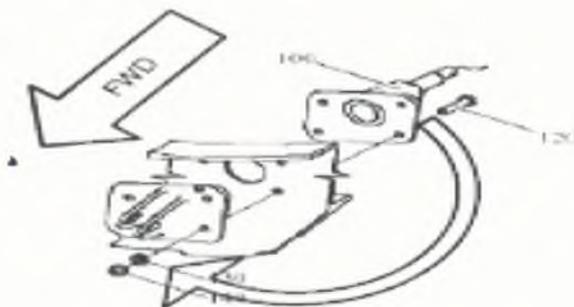

Рисунок 34. Левый фитинг (правый напротив).
1.21. Кронштейны устанавливать на ранее демонтированные болты и шайбы 8шт. (по 4 шт. для каждого кронштейна). Развернуть болты поз.120 на 180 ° см. Рис.34.